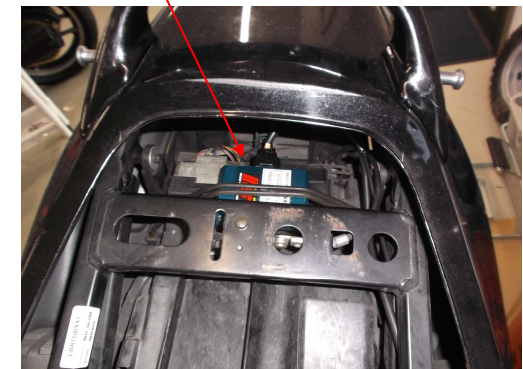
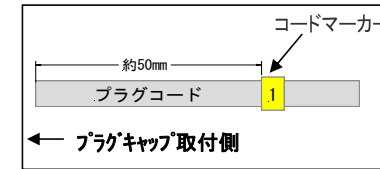

図1
図2 配線図
③ シリンダーNo. に合わせコードマーカータ取付ける。(図1 参照)
④ SP 2プラグコードにノーマルプラグキャップを取付ける。(時計回りにねじ込む)
⑤ プラグにプラグキャップを取付けてコードクランプを取付ける。
- 5、SP 2ワイヤハーネスの各コネクタを接続する (図2 配線図及び写真2 参照)